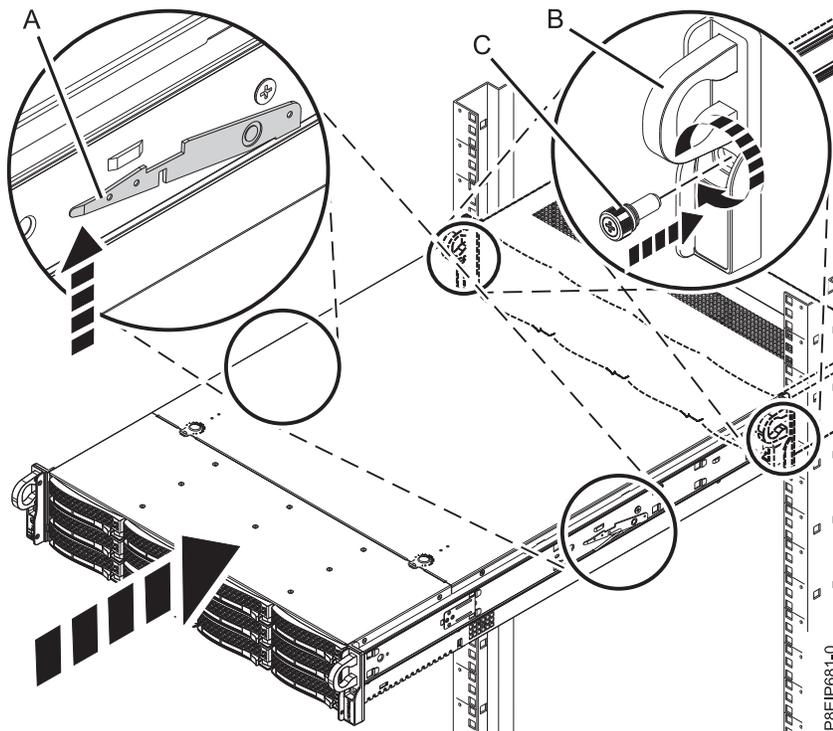

Abbildung 99. System in die Betriebsposition bringen
4. Entriegeln Sie die Schienensicherungsverriegelungen (A), indem Sie sie nach oben anheben (siehe Abb. 99). Schieben Sie das System anschließend vollständig in das Rack.